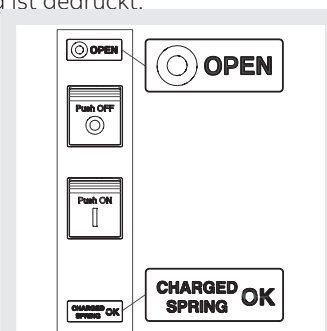

Abbildung 33
2. Leistungsschalter aus mit gespannten Federn (siehe Abbildung 33).